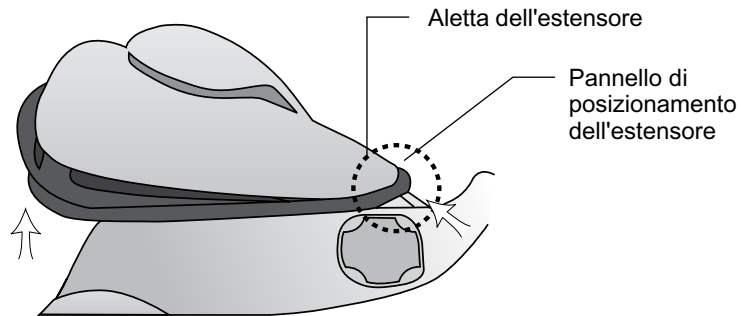

Figura 6-14 - Collocazione del pannello di posizionamento dell'estensore
2. Con l'aletta dell'ortosi aperta, allineare l'estremità stretta del pannello di posizionamento dell'estensore con l'estremità stretta dell'aletta dell'estensore (Figura 6-14). Il bordo del pannello di posizionamento deve rimanere al di fuori dell'aletta.